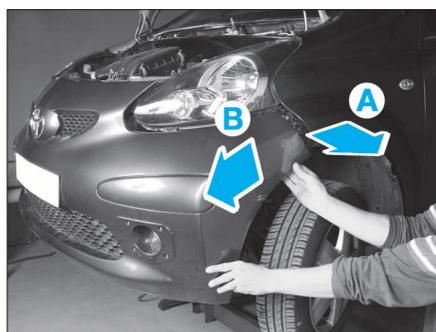

FIG. 4
• Décliper le bouclier AV (Fig.4), puis le tirer en (A) et (B).